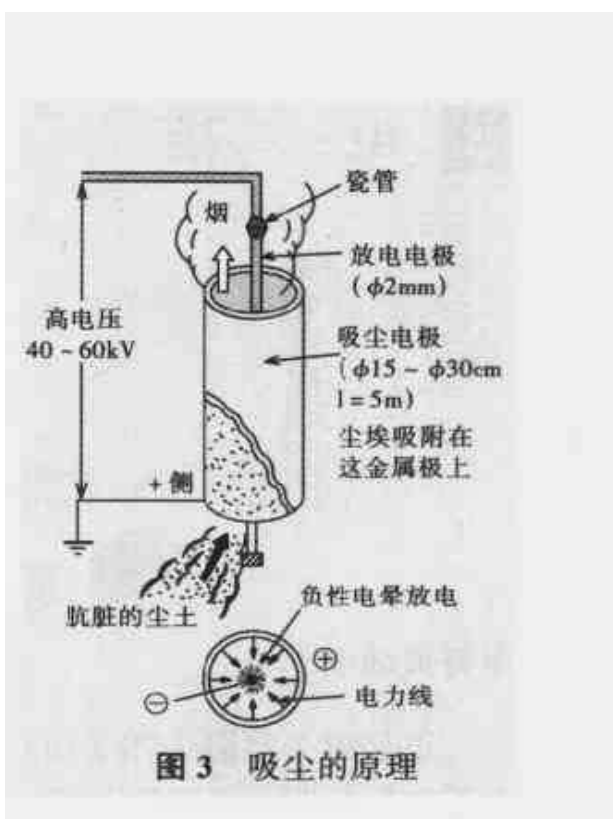

图 3 吸尘的原理
❶ **电吸尘装置** 把两块金属板面对面地放置，对它施加高电压，其间若有带电粒子就被吸引过来。此原理的应用如图 3 所示，如果收集电极为正，放电电极为负，发生电晕，烟中的粒子带上负电。它就被带正电的收集极所吸引，附在极板的表面上，经常清扫下来即可。用这种装置可以消除烟中 90% 的尘埃。
❷ **静电喷涂** 在喷嘴上加负高压，若对被喷涂的物体施加正高压，雾状涂料就吸附在被喷涂的物体上，也可以在物体内进行喷涂，喷涂均匀性高。这就是静电喷涂。